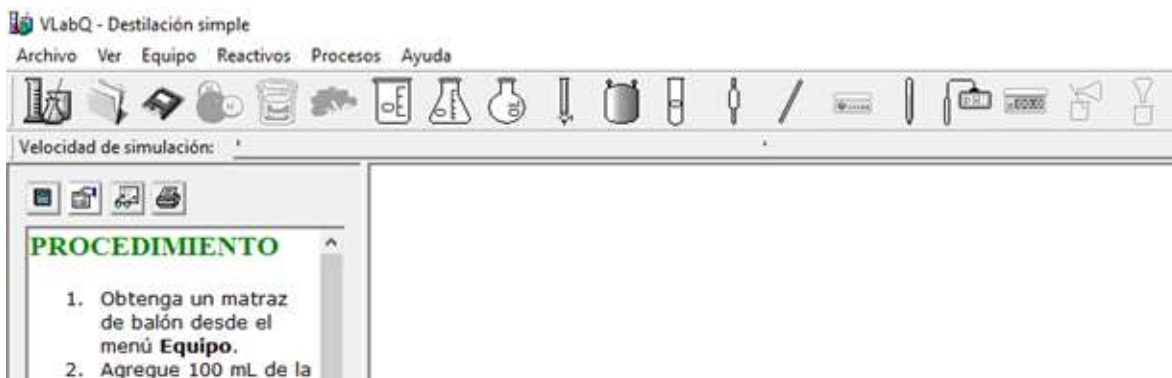

Figura 5. Selección del procedimiento.
5. Diríjase al recuadro derecho y justo antes del espacio en blanco, dé clic en el segundo ícono que le mostrará el procedimiento (figura 5).